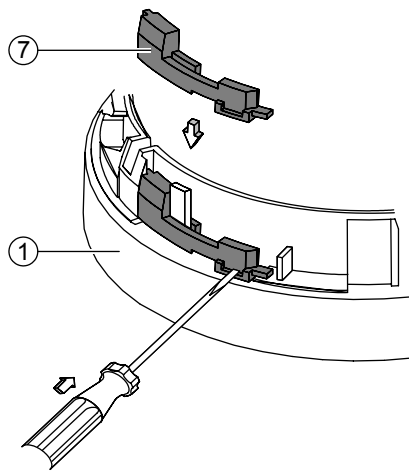

Fig. 6
3. If necessary, insert a detector locking device (Fig. 6, [7]) in the base [1].
3. Setzen Sie bei Bedarf eine Melderarretierung (Fig. 6, [7]) in den Sockel [1] ein.
3. Utilisez si besoin un verrou de détecteur (Fig. 6, [7]) dans l'embase [1].